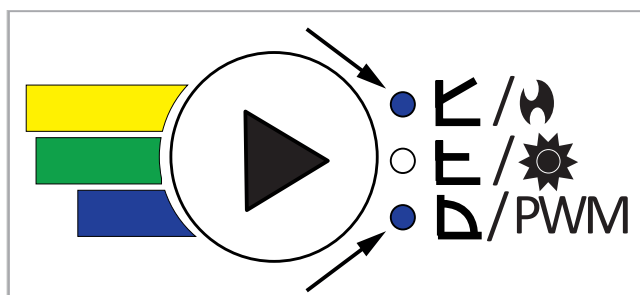

Abb. 23: Bedienfeld der IMP NMT Neo PL 15/40 Pumpe (hier eingestellt: PWM-H)
- An der Sekundärpumpe IMP NMT Neo PL 15/40 die Einstellung der Regelungsart (PWM-H) überprüfen. Bei korrekter Einstellung leuchten die obere und untere Regelungsart-LED gleichzeitig (siehe → Abb. 23).